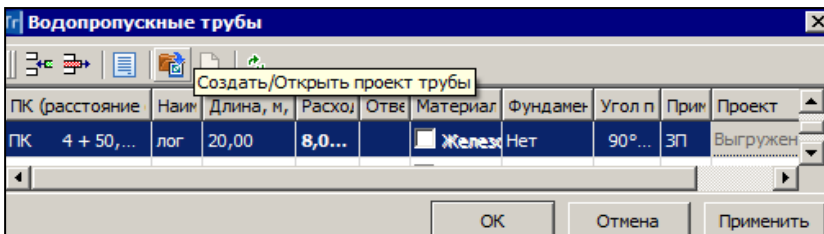

Рис. 28.2
Для создания проекта служит метод **Создать /Открыть проект трубы**  на локальной панели инструментов диалога (рис. 28.2).
Для графического представления трубы в плане строится линейный тематический объект (ЛТО). Его граничные точки равно удалены от оси дороги. У ЛТО автоматически заполняется семантика по данным, которые заданы в таблице (рис. 28.2).
Ведомость по форме – это та же таблица (рис. 28.2).
- создаём проект Водопропускная труба – кнопка **Создать /Открыть проект трубы**  на локальной панели инструментов (рис. 28.2);